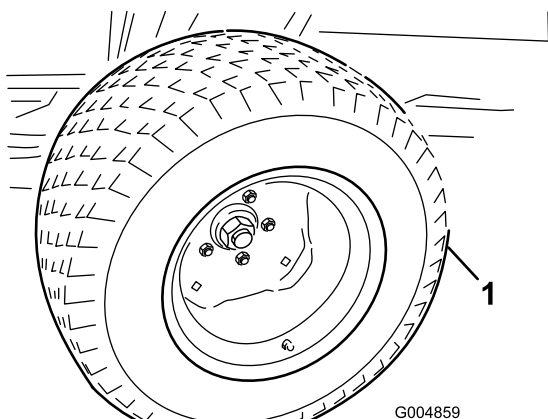

Figura 82
20. Instale las ruedas motrices de verano con dos tuercas en cada rueda (Figura 82).